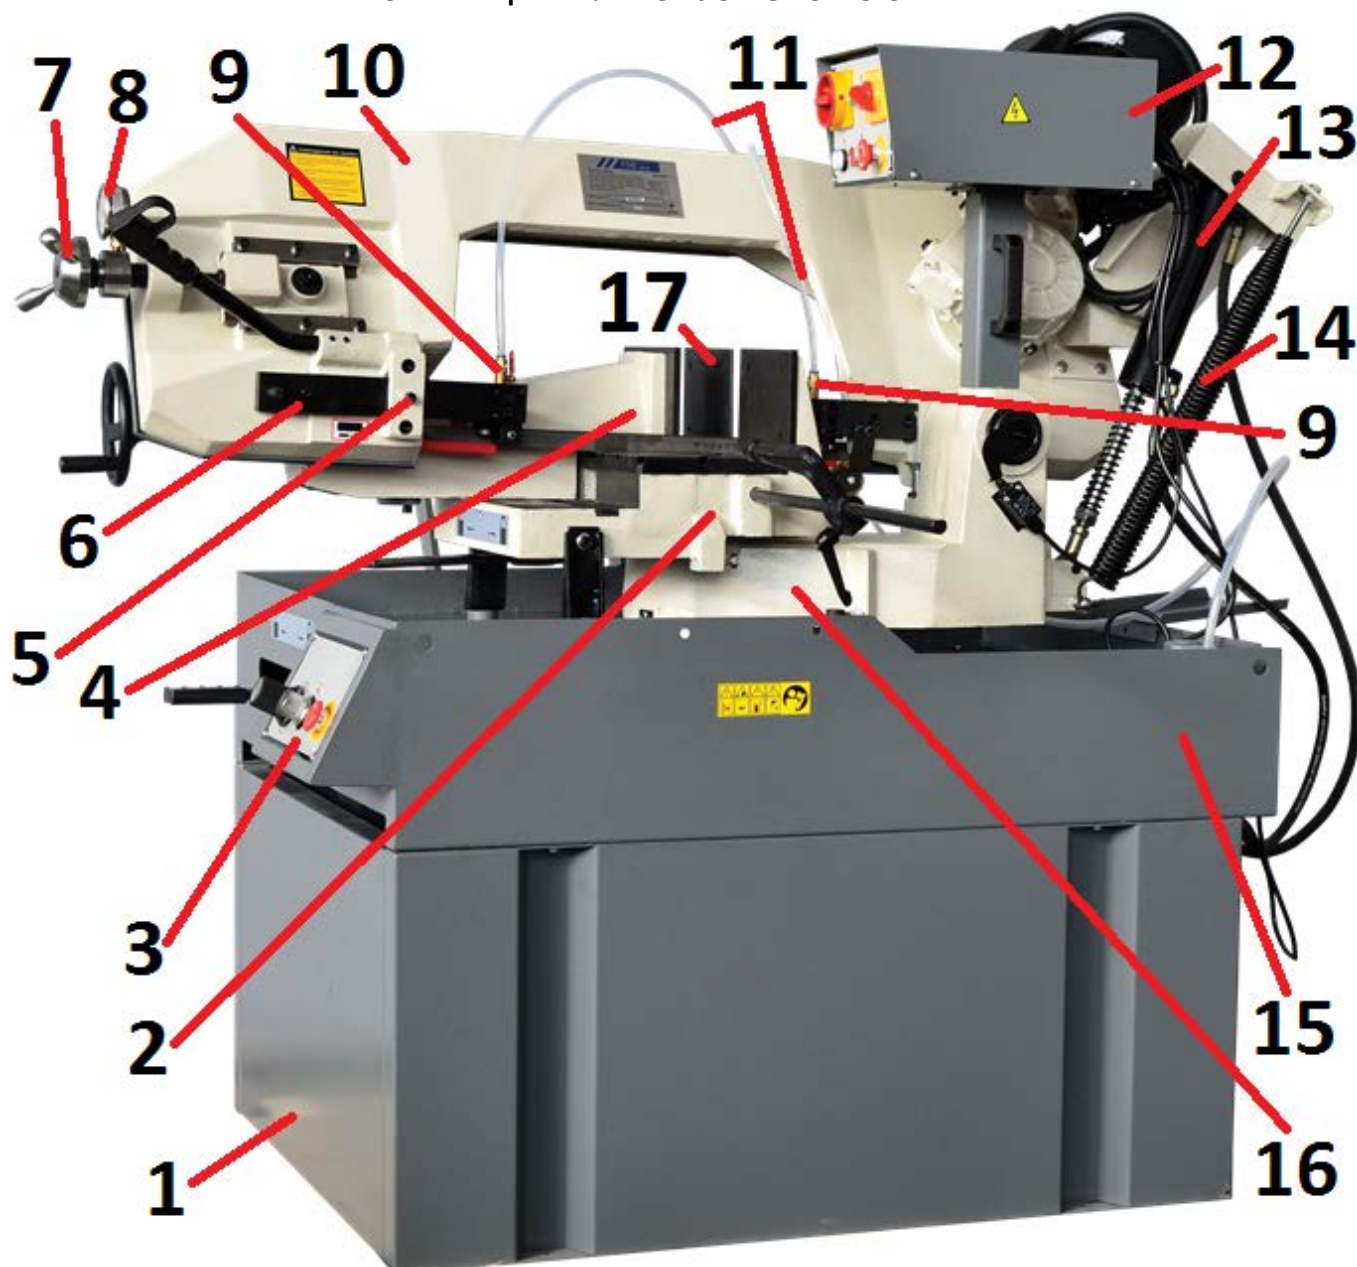
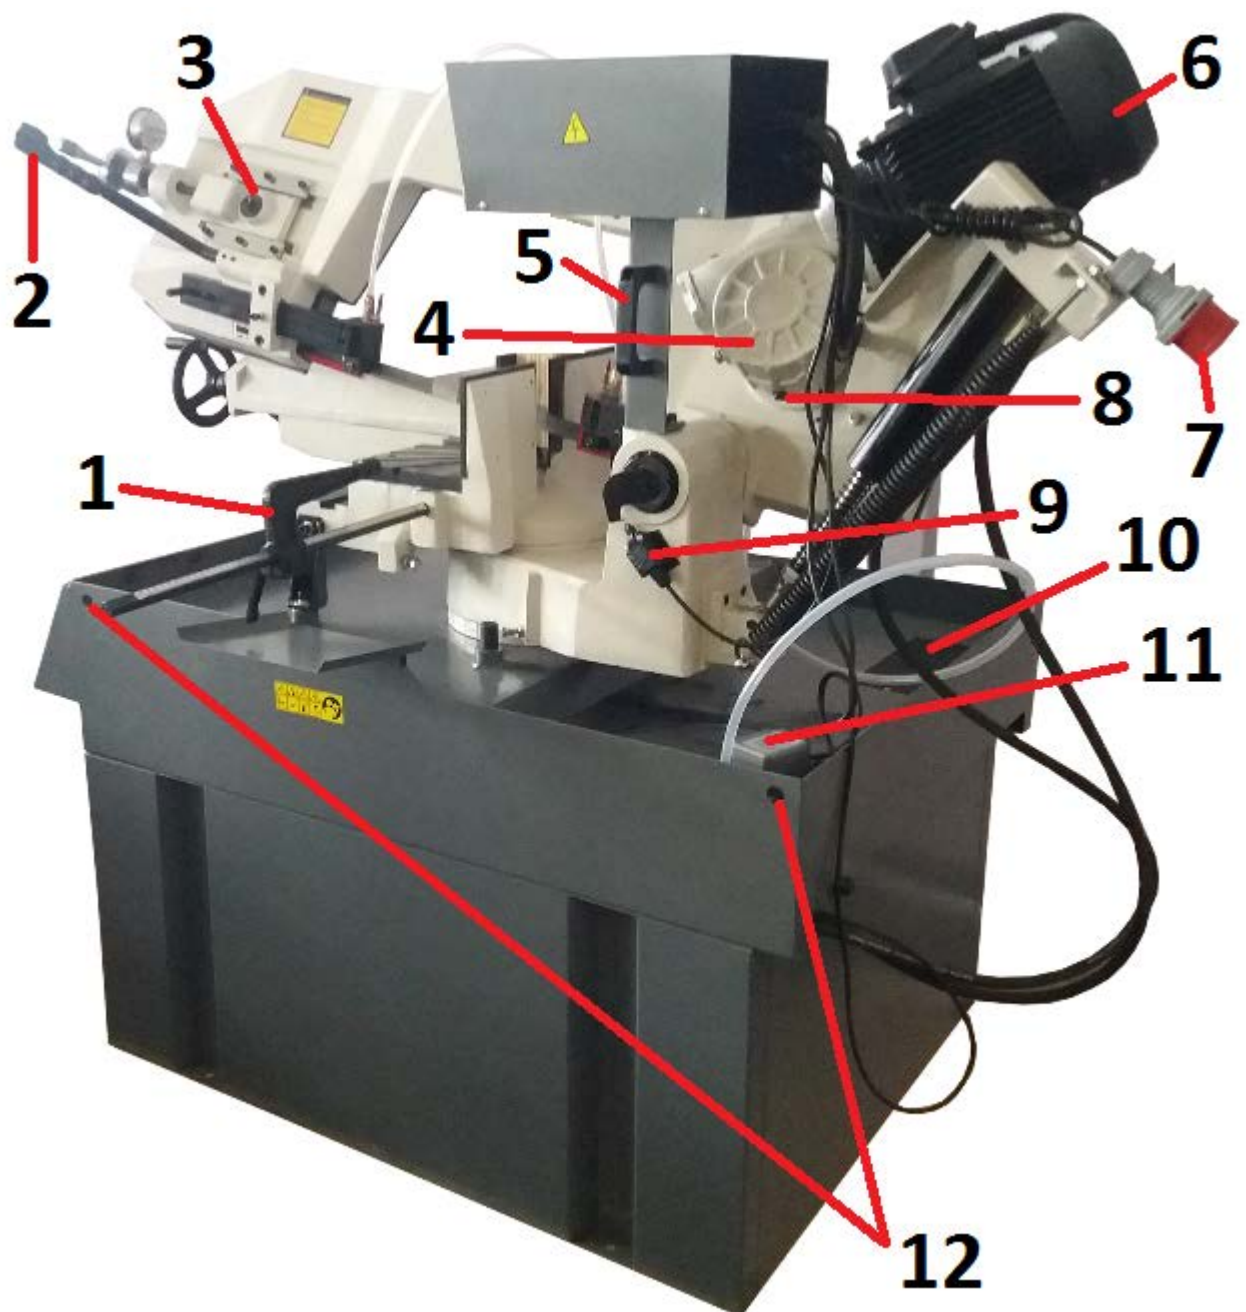

Рис. 1.1 Принципиальное устройство станка
Рис. 1.2 Принципиальное устройство станка
- установите упор регулировки величины резания (поз. 1 рис. 1.2) в основание пильного агрегата и зафиксируйте его;
- прикрепите кронштейн крепления пульта управления (поз. 12 рис. 1.1) на корпусе пильного агрегата;
Установка заготовки в тиски станка и регулировка угла резания должны выполняться после отключения станка главным выключателем (поз. 5 рис. 1.4) и поднятии в крайнее верхнее пильного агрегата (поз. 10 рис. 1.1).
Подсоединение станка к электрической сети должно быть выполнено через автоматический выключатель от перенагрузок и через разъём, соответствующий разъёму кабеля станка (поз. 7 рис. 1.2).
- проверьте по тензометру (поз. 8 рис. 1.1) натяжение пильного полотна – стрелка должна находиться в зелёной зоне. При необходимости выполните натяжение;
Нахождение стрелки тензометра (поз. 8 рис. 1.1) в жёлтой зоне свидетельствует об ослаблении пильного полотна.
- подымите пильный агрегат (поз. 10 рис. 1.1) в крайнее верхнее положение и зафиксируйте его в этом положении – поверните ручку (поз. 2 рис. 1.4) фиксирования пильного агрегата в положение «OFF – выключения гидроцилиндра»;
- включите кнопкой (поз. 6 рис. 1.4) электродвигатели привода пильного агрегата (поз. 11 рис. 1.2) и подачи СОЖ (поз. 6 рис. 12);
- проверьте работоспособность станка без нагрузки в течении 2 минут. Обратите внимание на правильность вращения пильного полотна – должно вращаться по направлению стрелки под регулируемой направляющей пильного полотна (поз. 6 рис. 1.1) и стабильность работы насоса СОЖ – подача СОЖ должна быть равномерной.
- проверьте по тензومتر (поз. 8 рис. 1.1) натяжение пильного полотна – стрелка должна находится в зелёной зоне. При необходимости выполните натяжение;
- установите упор (поз. 1 рис. 1.2) регулировки длины резания по требуемой длине отрезания материала и закрепите его на стержне;
- поместите заготовку, которую необходимо отрезать в тиски, прижмите её к не подвижной губке (поз. 17 рис. 1.1) тисков и к упору (поз. 1 рис. 1.2) регулировки длины резания, подведите подвижную губку (поз. 4 рис. 1.1) тисков к заготовке и рычагом (поз. 5 рис. 1.3) подожмите подвижную губку (поз. 17 рис. 1.1) тисков;
- выберите необходимый угол резания – рычагом (поз. 6 рис. 1.3) ослабьте поворотное основание (поз. 16 рис. 1.1), поворотом пильного агрегата (поз. 10 рис. 1.1) по масштабной линейке (поз. 10 рис. 1.4) выберите требуемый угол резания и рычагом (поз. 6 рис. 1.3) зафиксируйте пильный агрегат (поз. 10 рис. 1.1) в выбранном положении;
- установите подвижную направляющую (поз. 6 рис. 1.1) пильного полотна максимально близко к подвижной губке тисков (поз. 4 рис. 1.1);